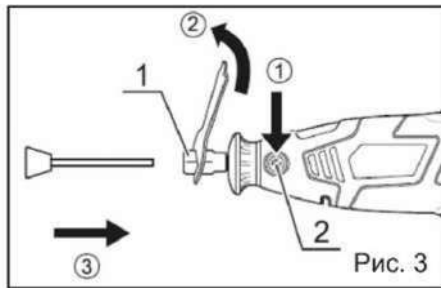

Рис. 3
1. Удерживая нажатой кнопку блокировки шпинделя (2), (Рис. 3) ослабьте про-тив часовой стрелки ключом гайку цанги (1) (Рис. 3).